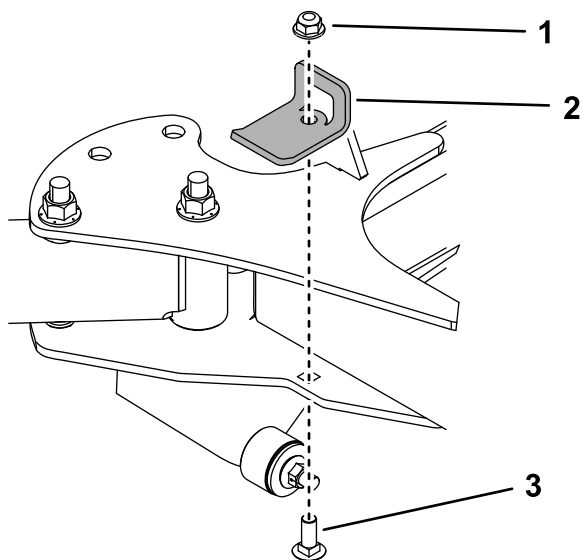

Figura 10
10. Utilice un perno de cuello cuadrado ($\frac{3}{8}$ " x 1") y una contratuerca ($\frac{3}{8}$ ") para instalar el soporte de tope en el lado derecha de la máquina (Figura 10). Apriete el perno a 37–45 N·m (27–33 pies-libra).